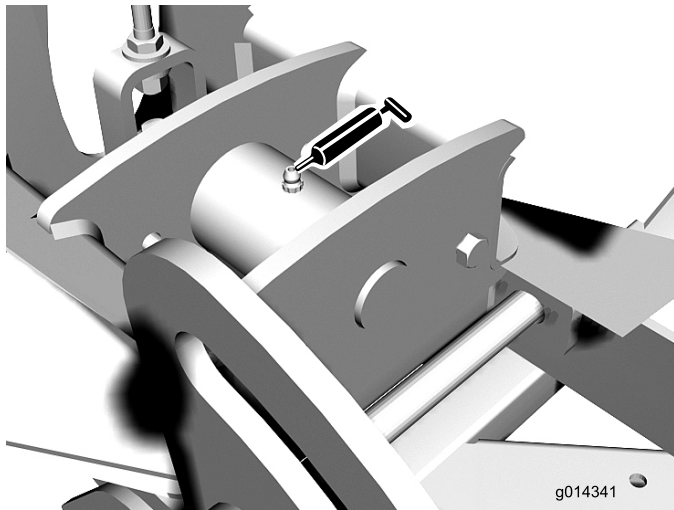

Bild 15
Anbaugerätadaptergelenk (1) 1 (Bild 15)